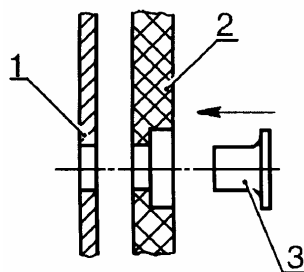

Рис.13. Сборка ведомого диска сцепления:
- совместить меньшие диаметры ступенчатых отверстий новой накладки с отверстиями диска и вставить заклепки головками со стороны накладки, как показано на рис.13;